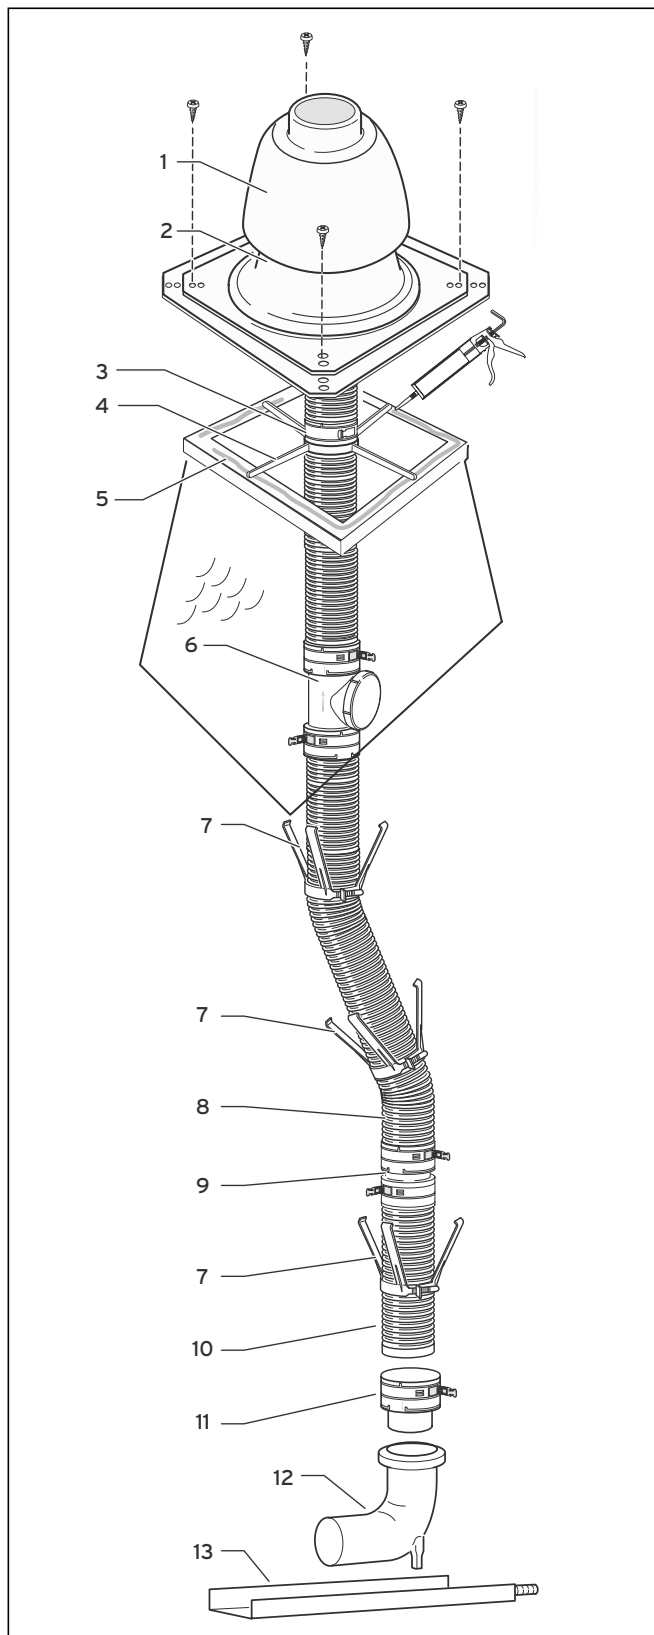

Рис. 4.31 Системная конструкция гибкого выпускного газопровода
- Надвиньте нижний конец выпускного газопровода (10) до упора во вставной элемент (11) и закрепите его защелкивающимися запорами.
- Монтируйте распорки (7, см. рис. 4.31) на расстоянии максимум 2 м на выпускном газопроводе.
- Передвиньте монтажный крест (4) через выпускной газопровод (8) на стенку шахты, см. рис. 4.31.
- Передвиньте соединительное кольцо (3, рис. 4.31) через выпускной газопровод (8) и зафиксируйте его защелкивающимися запорами над монтажным крестом (4). Выпускной газопровод висит в монтажном кресте.
- Герметизируйте край устья (5) силиконом.
- Закрепите основание шахтной насадки (2, рис. 4.31) четырьмя болтами на краю устья.